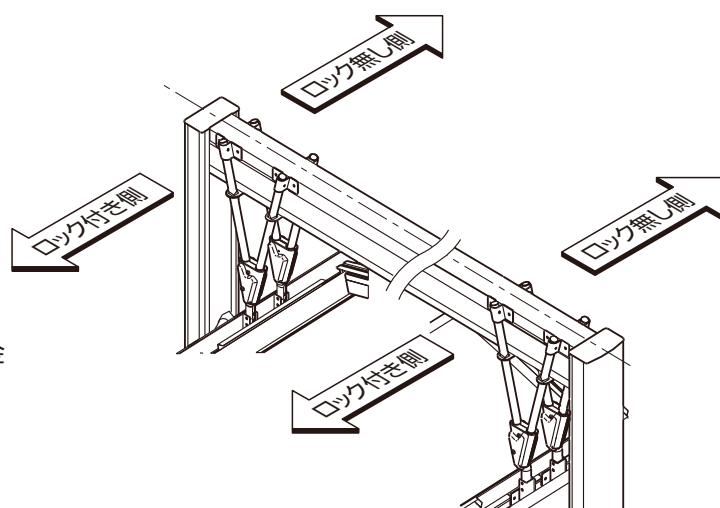

図4-7 ロック付きボルトの取付け位置
- ロック付きボルトの取付位置に注意してください。(図4-7参照)